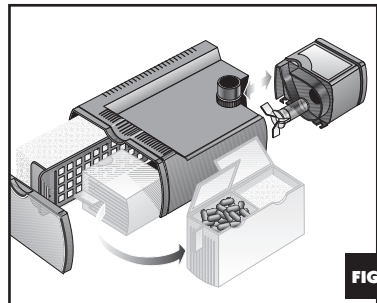

FIG. 3
Lavar periódicamente el filtro, el rotor y la cámara de la bomba (fig.3) eliminando la suciedad y los depósitos calcáreos. Es aconsejable sustituir regularmente (cada 3 o 4 lavados) la esponja filtrante para garantizar la eficacia del filtro. El carbón activo contenido en su correspondiente depósito pierde eficacia con el tiempo; se recomienda sustituirlo una vez al mes. El depósito se puede rellenar igualmente con cerámica, Zeolita o con cualquier otro material filtrante. El motor está completamente sellado y autoprotectido contra el recalentamiento y no necesita especial atención. En caso de que no funcione controlar en primer lugar el enchufe y los dispositivos de seguridad de la instalación eléctrica, si el resultado es correcto la bomba necesita una limpieza.
sitio (fig.3) lavar todo con un cepillo no metálico. Los posibles depósitos calcáreos se pueden eliminar dejando el aparato sumergido en vinagre o zumo de limón durante algunas horas. Abrir el filtro (fig.3) y lavar la esponja en agua corriente. No enjuagar el depósito del material filtrante si no es para sustituirlo.
Lavare periodicamente il filtro, il rotore e la camera della pompa (fig.3) eliminando sporcizia e depositi. È consigliabile sostituire la spugna filtrante dopo 3 o 4 lavaggi o qualora la stessa risultasse danneggiata. Il carbone attivo perde efficacia nel tempo; si raccomanda di sostituirlo almeno una volta al mese. Il contenitore può all'occorrenza essere riempito con ceramica, zeolite o con altro materiale che meglio si adatta al Vostro acquario. Il motore è completamente sigillato ed autoprotetto contro surriscaldamento e non richiede particolari cure. In caso di mancato funzionamento controllare per prima cosa il collegamento ed i dispositivi di sicurezza dell'impianto elettrico; se tutto risulta a posto la pompa necessita di essere pulita.
- ◆ Prima di qualunque operazione, staccare l'alimentazione di tutti gli apparecchi immersi. Smontare il filtro dal corpo motore, estrarre il rotore dalla sua sede (fig.3); lavare il tutto accuratamente con uno spazzolino non metallico. Se necessario rimuovere i depositi calcarei lasciando l'apparecchio immerso in aceto o succo di limone per alcune ore. Aprire il filtro (fig.3) e lavare la spugna sotto acqua corrente. Non sciacquare il contenitore del materiale adsorbente se non in occasione della sostituzione dello stesso.
Waschen Sie in regelmäßigen Abständen den Filter, den Rotor und das Pumpengehäuse (s. Abb.3) um Verunreinigungen, die zum Verstopfen des Filters führen können, zu vermeiden. Um eine optimale Filterleistung zu garantieren ist es ratsam, den Filterschwamm nach der 3. oder 4. Wäsche auszutauschen. Die Wirksamkeit der Aktivkohle innerhalb des Spezialbehälters verringert sich mit der Zeit. Es empfiehlt sich daher, die Kohle mindestens einmal pro Monat zu erneuern. Der Behälter kann im Bedarfsfall mit Lava oder Zeolithgestein oder einem anderen Filtermaterial gefüllt werden je nach den Anforderungen Ihres Aquariums. Der
Trennen Sie zunächst sämtliche Unterwassergeräte vor der Stromquelle bevor Sie irgendeine Arbeit in Angriff nehmen. Nehmen Sie den Filter aus dem Motorgehäuse, öffnen Sie ihn und ziehen Sie den Rotor aus seiner Halterung (s. Abb.3); dann waschen Sie alle Teile sorgfältig mit einer nicht-metallischen Bürste. Falls erforderlich, entfernen Sie eventuelle Kalkablagerungen indem Sie die Filterteile für einige Stunden in Essig oder Zitronensaft legen. Öffnen Sie das Filtergehäuse (s. Abb.3) und waschen Sie den Filterschwamm unter fließendem, lauwarmen Wasser aus. Waschen Sie den Behälter mit dem Filtermaterial nicht aus, es sei denn, Sie wollen das Filtermaterial ersetzen.
debris which could block the unit (fig.3). It is recommended to replace the filter cartridge after 3 or 4 rinsings or when it appears to be damaged to ensure maximum efficiency. The activated carbon in the cartridge will lose its efficiency over a period of time depending on the pollution in your aquarium. It is therefore recommended that the carbon is replaced at least once a month. If necessary, the container can be filled with zeolite, ceramic or any other material as required (fig.3). The motor is fully encapsulated and self protected against overheating and needs no particular care. If the filter fails to work, check first the electrical supply, connections, circuit breaker etc. If these are all right, the pump needs cleaning.
Prior to any work, disconnect all electrical equipment from mains. Remove the filter from the motor housing and open it and pull off the rotor from its location (fig.3). Wash all components with the help of a non metallic brush. Lime-scale can be removed by leaving the parts immersed in vinegar or lemon juice for few hours. Open the filter housing and rinse the filter sponge under luke-warm water. Do not wash the chemical media container unless replacing the media.
Nettoyer régulièrement le filtre, la turbine et la chambre à eau (fig.3) avec soin d'éliminer tous les dépôts. Il est recommandé de remplacer l'éponge du filtre après 3 ou 4 nettoyages ou lorsqu'elle soit endommagée. Le charbon actif perd ses caractéristiques en fonction de la pollution de votre aquarium. Remplacer-le une fois par mois. On peut remplir le conteneur avec autres matériaux adsorbants. Le moteur est entièrement encapsulé et protégé contre le surchauffage et n'a pas besoin d'entretien. Si l'unité ne fonctionne pas vérifier avant tout le branchement électrique, le disjoncteur etc. si tout est parfait l'appareil doit être nettoyé.
Debrancher tous appareils électriques immergés avant de mettre les mains dans l'eau. Demonter le filtre du moteur et ouvrir-le; enlever la turbine de son emplacement (fig.3). Rincer le tout sous eau courante à l'aide d'une brosse non